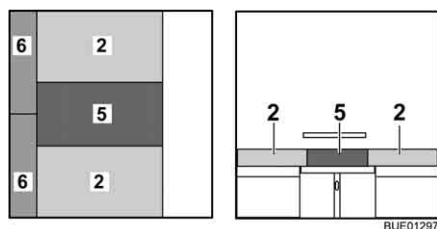

Fig. 120 Dopo la trasformazione
- Posizionare il cuscino aggiuntivo (Fig. 120,5) tra i cuscini del divano sul tavolo.
- Posizionare i cuscini aggiuntivi (Fig. 120,6) tra i cuscini del divano e la parete.